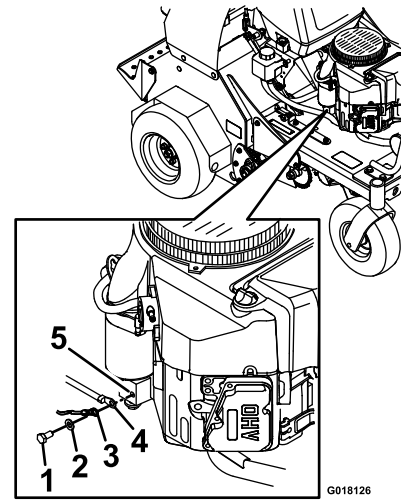

Figura 4
5. Retire el tornillo, la arandela y el cable de tierra del motor. Conecte el cable negativo de la batería, según se muestra en la Figura 4.